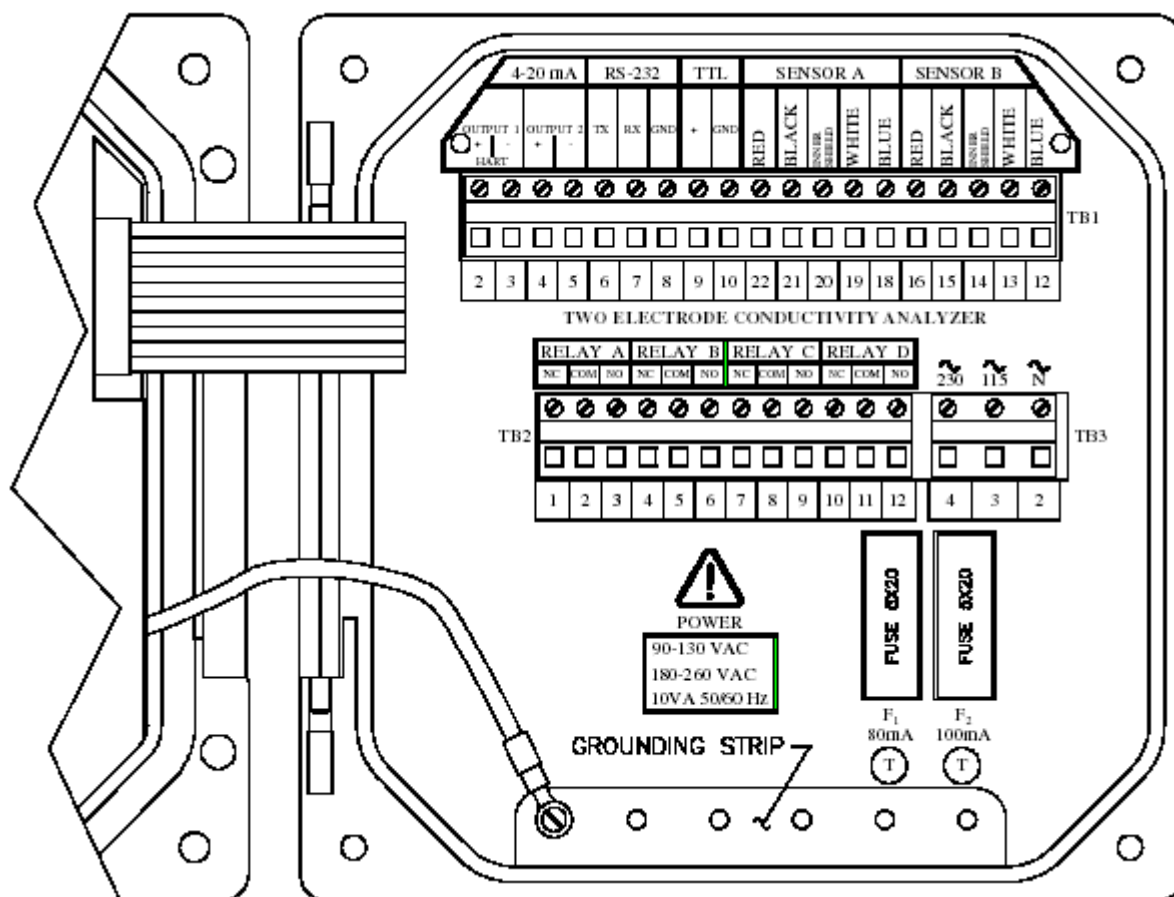

图 2-3 序列号前缀为“B”的测定仪的接线端标识
要操作电气连接的接线端，请拧下四个紧固螺钉，打开左侧外壳门。图 2-3 和图 2-3 显示了接线端的排列及它们所被指定的作用。
- 对于序列号前缀为“B”的测定仪, 连接到箱体底部的接地带 (5 个开孔, 如图 2-3 所示)。